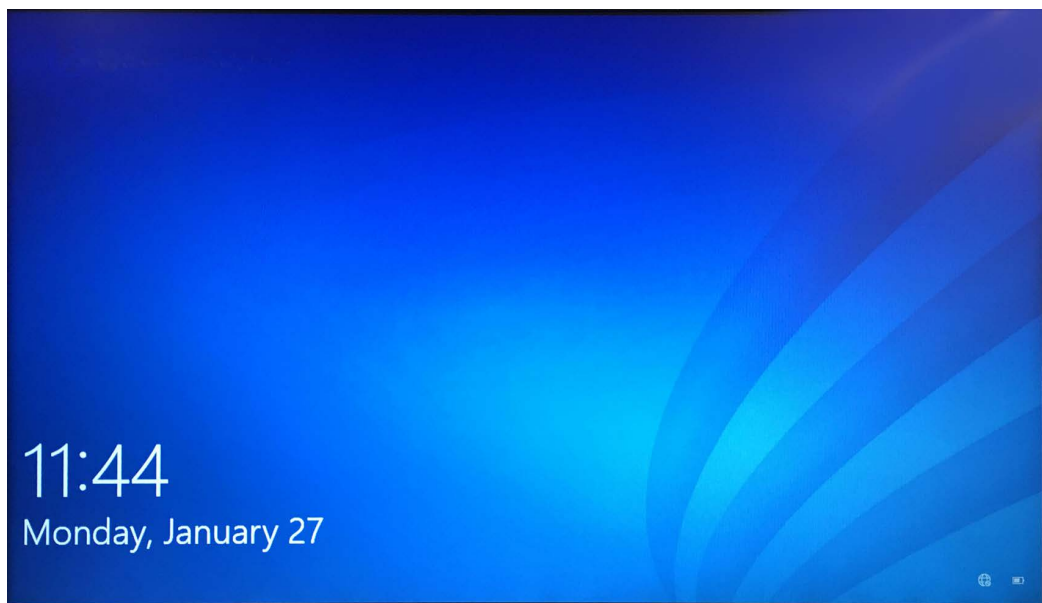

Abbildung 2-14. Sperrbildschirm unter Windows 10
- Unter Windows 10 erscheint der Windows-Sperrbildschirm. Siehe Abbildung 2-14. Klicken Sie auf eine beliebige Stelle des Bildschirms, um den Windows Konto- und Kennwortbildschirm anzuzeigen. Siehe Abbildung 2-16.